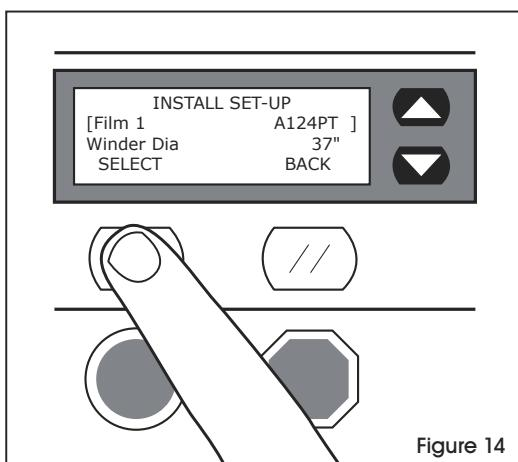

Figure 14
3. Utilisez les touches fléchées pour déplacer le curseur sur « Film Type » (style de film). Appuyez sur le bouton « SELECT » à gauche pour choisir le style de film. (Voir Figure 14)